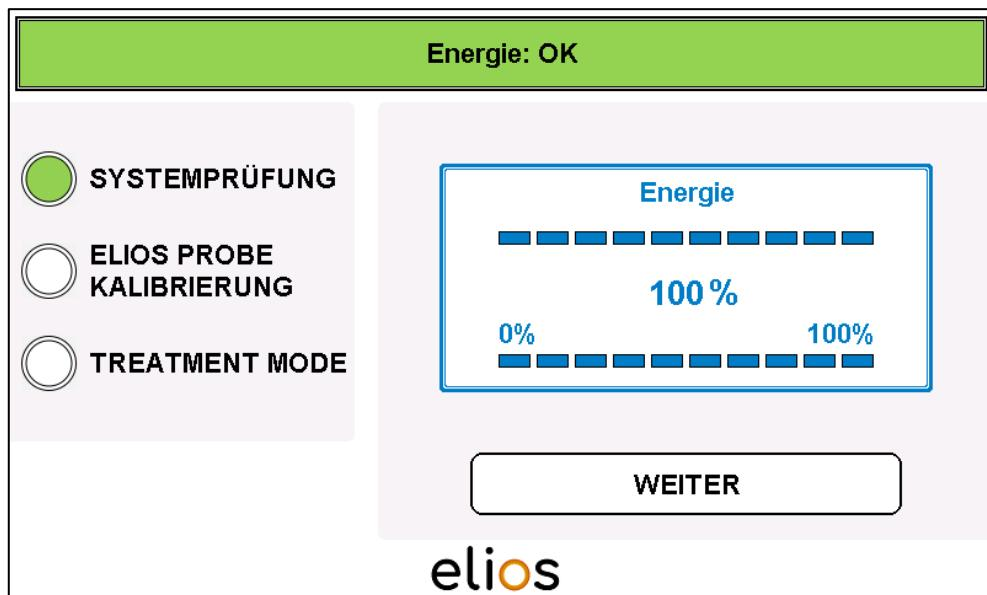

Abb. 4-3: interne Energieregelung
- Sobald dann der Fußschalter gelöst wird, kann mit der Taste „**WEITER**“ zur ELIOS PROBE KALIBRIERUNG gewechselt werden (Abb. 4-3).